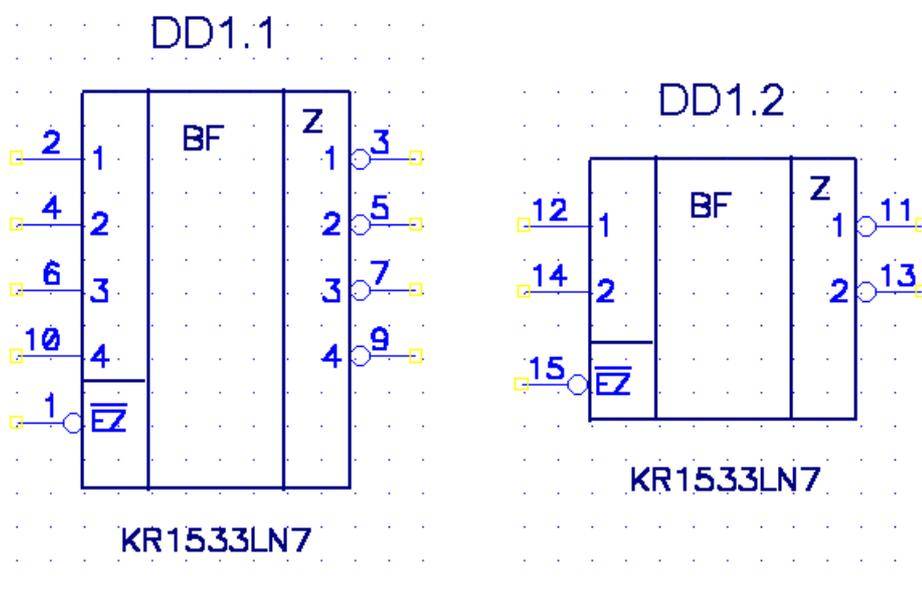

Рис. 8-32. Неоднородные секции
Достаточно часто в состав электронного компонента входят неоднородные секции, например, обмотка и контакты реле. Создание таких компонентов имеет свои особенности, поскольку каждая секция имеет свой электрический символ. Рассмотрим методику создания такого компонента на примере микросхемы КР1533ЛН7, представляющей собой шесть буферных инверторов с тремя состояниями выходов. Микросхема имеет два входа управления третьим состоянием, один из которых управляет четырьмя буферными элементами, второй еще двумя, так что эту микросхему на схеме представляют две разнородных секции (см. рис. 8-32). Упакована эта микросхема в корпус DIP16.
1) Используя мастер символов, создайте в редакторе символов символы отдельных секции (см. рис. 8-32 и п. 8.3.3). Чтобы иметь возможность разделить секции на вертикаль-
ные блоки, ширину символа в графе установите равной 20 мм. В графе Default Pin Designator указывайте номера выводов в соответствии с рис. 8-32. Первую секцию сохраните в библиотеке «Моя библиотека.lib» с именем KR1533LN7_1, вторую - KR1533LN7_2.
7) Запустите Редактор схем и разместите на рабочем поле первую и вторую секции созданного компонента (см. рис. 8-32).